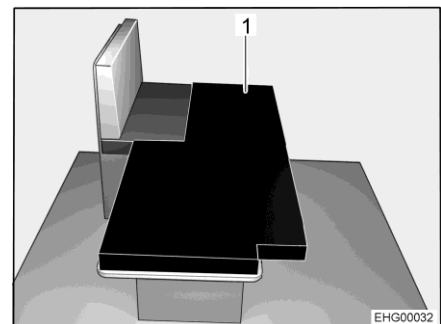

Fig. 52 Dopo la trasformazione
- Posizionare il cuscino aggiuntivo (Fig. 52,1) come illustrato, sul tavolo ribassato.